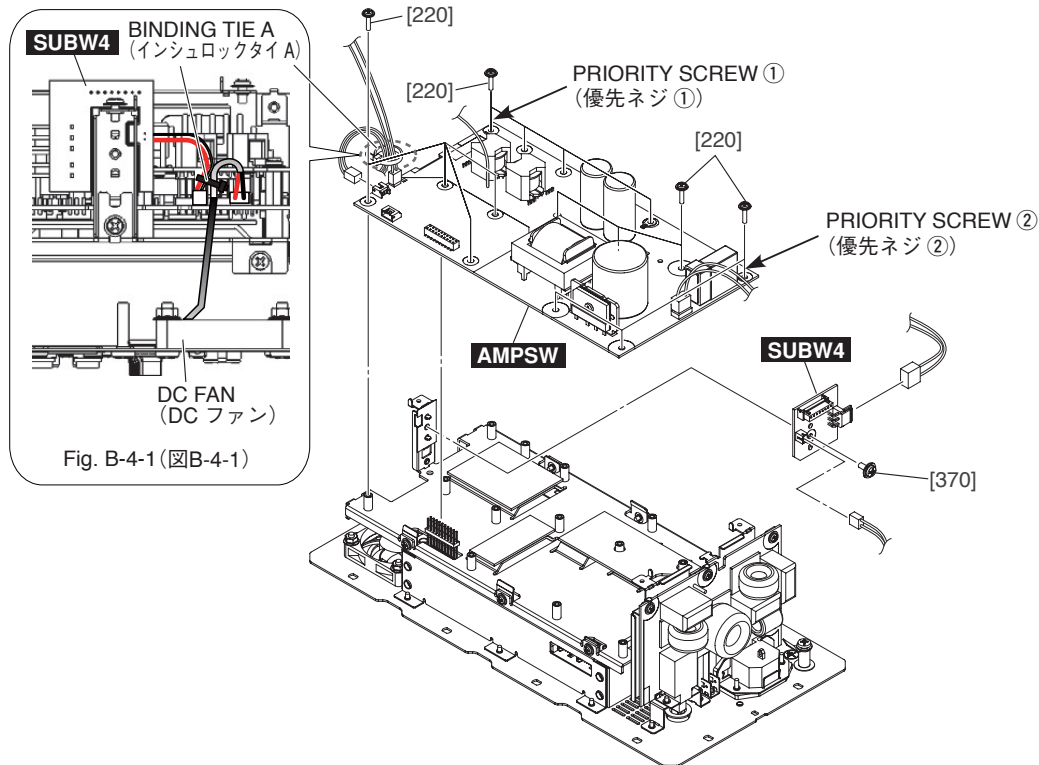

Fig. B-4 (図B-4)
B-4-4 Remove the fourteen (14) screws marked [220]. The AMPSW circuit board can then be removed. (Fig. B-4)
- * **Be sure to remove binding tie A. Install as before binding tie A was removed. (Fig. B-4, Fig. B-4-1)**
- * **When installing the AMPSW circuit board, first tighten the two (2) priority screws in order as shown in Fig. B-4.**
B-4-4 [220] のネジ 14 本を外して、AMPSW シートを外します。(図 B-4)
- ※ インシュロックタイ A を必ず外してください。取り付けるときは、インシュロックタイ A を取り外す前と同じように取り付けてください。(図 B-4、図 B-4-1)
- ※ AMPSW シートを取り付けるときは、優先ネジ 2 本を図に示す順番で先に締めてください。(図 B-4)
B-5-4 Remove the screw marked [370]. The SUBW4 circuit board can then be removed. (Fig. B-4)
B-5-4 [370] のネジ 1 本を外して、SUBW4 シートを外します。(図 B-4)
* **Be sure to remove binding tie A. Install as before binding tie A was removed. (Fig. B-4, Fig. B-4-1)**
※ インシュロックタイ A を必ず外してください。取り付けるときは、インシュロックタイ A を取り外す前と同じように取り付けてください。(図 B-4、図 B-4-1)